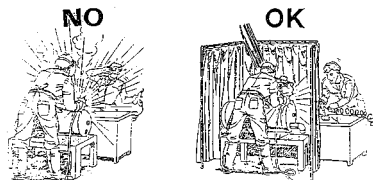

Fig.4
- Le operazioni di saldatura devono essere eseguite in un ambiente sufficientemente ventilato e isolato rispetto alle altre zone di lavoro, se ciò non è possibile le persone nelle vicinanze dell'operatore ed a maggior ragione i suoi assistenti devono essere protetti mediante interposizione di tende & schermi opachi trasparenti, autoestinguenti e corrispondenti alla normativa locale in vigore (la scelta del colore di una tenda dipende dal processo di saldatura e dal valore delle correnti utilizzate), di occhiali anti-UV e se necessario con una maschera dotata di filtro protettore adeguato (Fig. 4).